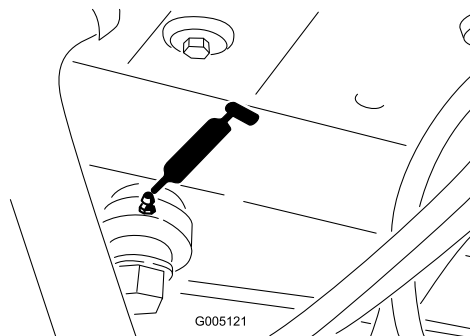

Figura 28
- Cilindro da direcção assistida (Figura 28)